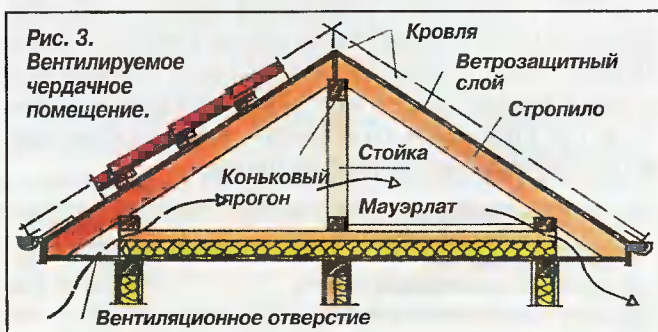

Рис. 4. Современные конструкции потолков.
**Требования, предъявляемые к потолку.** Если крыша дома — холодная, важно утеплить перекрытие между нижними отапливаемыми помещениями и чердаком. Варианты современного утепления перекрытий могут быть разными (рис. 4). Из них наиболее широкое применение находит конструкция В. Её особенность в том, что если не будет прямого доступа (конвекции) воздуха к деревянным элементам конструкции из жилого помещения, то эта система будет нормально функционировать при наличии свободно вентилируемого пространства. При невыполнении этого условия (из-за неплотностей в стыках между элементами, в отверстиях под трубы, кабели и пр.) зимой с нижней стороны холодного верхнего перекрытия может возникнуть конденсат (рис. 5). Если эту воду вовремя не устранить, на нижней стороне перекрытия появится плесень толщиной до 1 см. А при длительном воздействии влаги не исключено даже образование дереворазрушающих грибов.
Особого внимания заслуживают конструкции перекрытий А и Г (см. рис. 4). Если имеется чердак, его устраивают по типу конструкции А. При этом толщина изоляционного слоя должна быть порядка 20 см. В качестве внутренней отделки здесь подойдет ДСП плюс дополнительная обшивка.